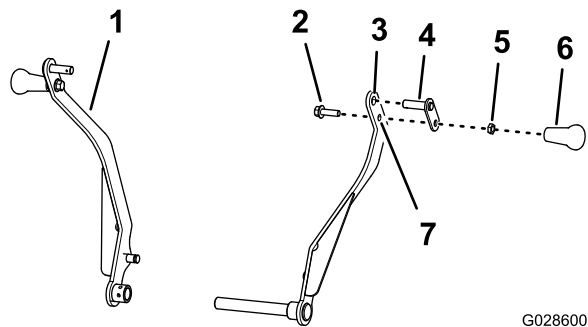

図 5
1. クレードルアームの上側の穴にピボットピンを通す 図 5。
3. ボルト 3/8 x 1-1/4 インチ をクレードルアームの下側の穴から、ピボットピン 図 5 のリテーナに通し、ジャムナット 3/8 インチ を取り付けて 15.17 Nm (1.51.8 kg.m = 11.13 ft-lb) にトルク締めする。
4. ボルト 3/8 x 1-1/4 インチ にハンドルを取り付け、ハンドルをジャムナットに締め付けてハンドルを手締めする 図 5。
5. もう一方のクレードルアームにも上記 1 4 の作業を行う 図 5。